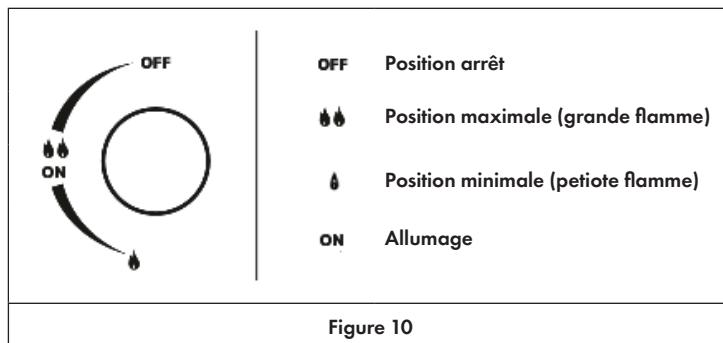

Figure 10
1. Appuyez sur le bouton correspondant au brûleur souhaité et tournez de la position „OFF“ à la position maximale (grande flamme, voir Figure 10) dans le sens des aiguilles d'une montre. Tenez une allumette allumée près du brûleur.
1. La commande d'allumage est intégrée dans le bouton rotatif. Appuyez sur le bouton correspondant au brûleur souhaité et tournez de la position „OFF“ à la position maximale (grande flamme, voir Figure 10) dans le sens des aiguilles d'une montre. L'étincelle s'allume automatiquement. Maintenez le bouton jusqu'à ce que la flamme s'allume. En cas de panne de courant, vous pouvez également allumer les brûleurs avec une allumette.